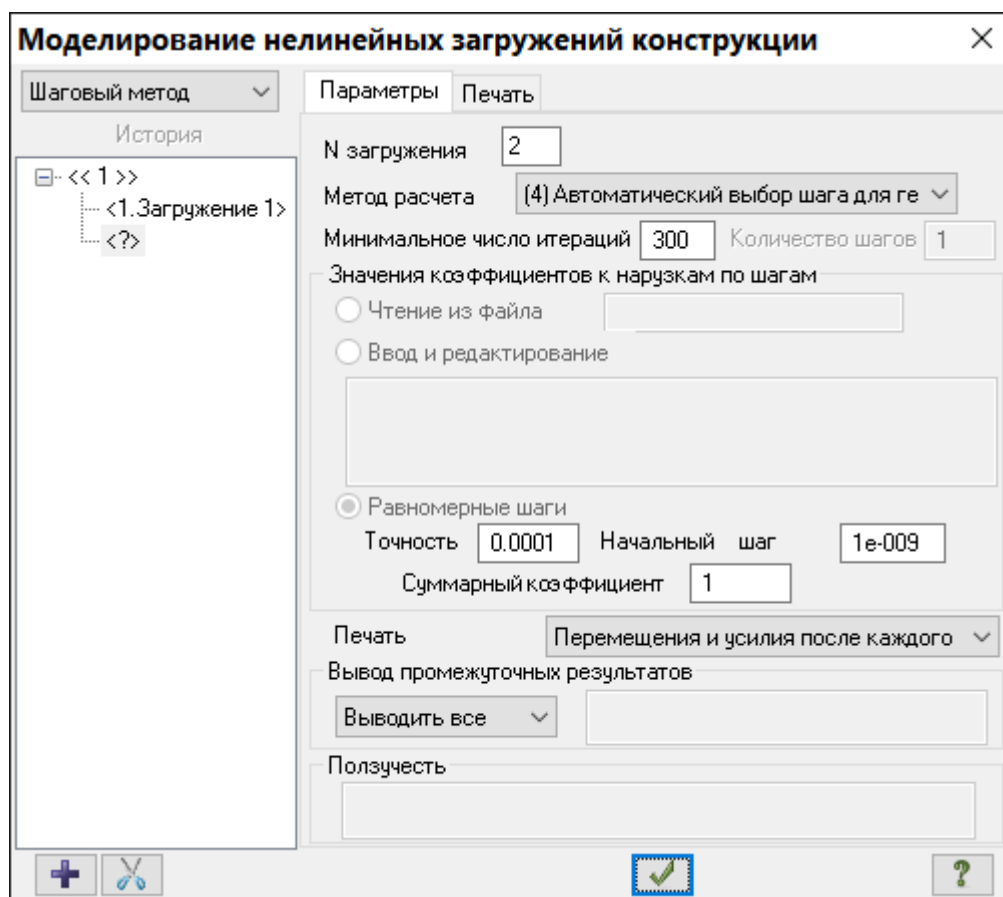

Рис.8.21. Диалоговое окно **Моделирование нелинейных нагружений конструкции**
- Щелчком по кнопке  – **Шаговый метод** (панель **Нелинейность** на вкладке **Расчет**) вызовите диалоговое окно **Моделирование нелинейных загрузений конструкции** (рис.8.21).
- в раскрывающемся списке **Метод расчета** выберите строку **(4) Автоматический выбор шага для геометрически и физически нелинейных задач**;